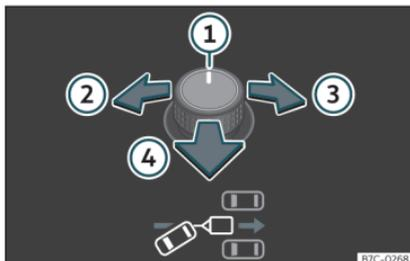
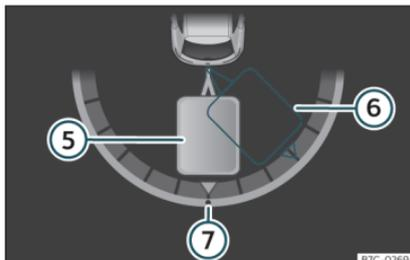

Fig. 188 Tasto per la regolazione degli specchietti retrovisivi esterni: regolare l'angolazione del rimorchio.
Fig. 189 Display del quadro strumenti: inserire la retromarcia.
Legenda della **fig. 188**, >>> **fig. 189** :
- Inclinare la manopola fino a raggiungere la direzione desiderata >>> **fig. 188**. Una rappresentazione del veicolo trainante e del rimorchio nella posizione corrente appare come orientamento sul display del quadro strumenti >>> **fig. 189**.